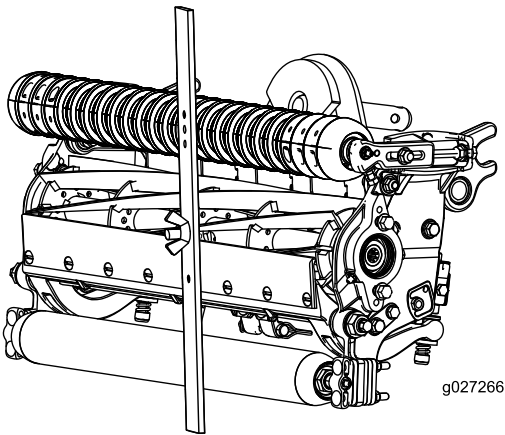

Bild 17
- 4. Haken Sie den Schraubenkopf an die Schnittkante des Untermessers ein, und stützen Sie das hintere Ende des Trägers auf der Heckrolle ab (Bild 17).
- 5. Drehen Sie die Einstellschraube, bis die Frontrolle die Messlehre berührt (Bild 17). Stellen Sie beide